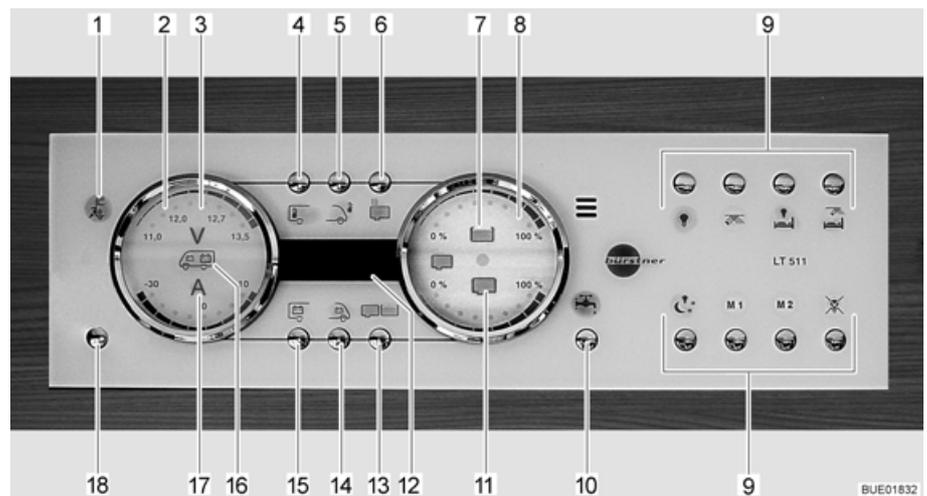

Fig. 139 Panel LT 511
Se enciende la luz de control de 230 V (Fig. 139,1) cuando hay tensión de red en la entrada del bloque eléctrico.
El interruptor principal de 12 V (Fig. 139,18) conecta y desconecta el panel y la alimentación de 12 V del habitáculo.
- Pulsar la tecla de la alimentación de 12 V (Fig. 139,18) brevemente. La alimentación de 12 V del habitáculo está conectada. La visualización de control "12 V" está encendida.
- ▷ En caso de que después de la conexión parpadeen tanto el LED "11,0" de la visualización de voltios así como el símbolo Voltios "V" (Fig. 139,3) en el instrumento indicador Baterías (Fig. 139,2), será demasiado baja la tensión de la batería del habitáculo. Cargar la batería.
- ▷ En caso de que después de la conexión parpadeen tres veces la visualización de control 12 V y el símbolo Voltios V (Fig. 139,3), estará activada la separación de batería. Desactivar la separación de batería.
- Pulsar la tecla de la alimentación de 12 V (Fig. 139,18) brevemente. La alimentación de 12 V del habitáculo está desconectada. La visualización de control "Alimentación de 12 V" se apagará.
- Pulsar la tecla Batería del habitáculo (Fig. 139,15) y mantenerla pulsada aprox. 10 segundos. El símbolo Voltios "V" (Fig. 139,3) y la visualización de control "12 V" parpadearán tres veces. La batería del habitáculo está separada de la red de a bordo de 12 V.
- Pulsar la tecla de la alimentación de 12 V (Fig. 139,18) y mantenerla pulsada aprox. 5 segundos. El símbolo Voltios "V" (Fig. 139,3) y la visualización de control "12 V" parpadearán tres veces. La batería del habitáculo está conectada a la red de a bordo de 12 V. La visualización de control estará encendida durante aprox. 5 segundos.
- Pulsar la tecla Batería del habitáculo (Fig. 139,15). El símbolo Voltios "V" (Fig. 139,3) estará encendido. Según la carga o la descarga, el símbolo Amperios "A" (Fig. 139,17) estará encendido de color blanco o bien rojo. La tensión de la batería y la corriente de la batería del habitáculo son visualizadas a través de LED en el instrumento indicador.
- Pulsar la tecla Batería del motor de arranque (Fig. 139,14). El símbolo Voltios "V" (Fig. 139,3) estará encendido. La tensión de la batería del motor de arranque es visualizada a través de LED en el instrumento indicador.
- Indicar: ■ Pulsar la tecla Depósitos (Fig. 139,13). Los símbolos Depósito de agua (Fig. 139,7) y Depósito de aguas residuales (Fig. 139,11) estarán encendidos. Los niveles de llenado del depósito de agua (escala superior) y del depósito de aguas residuales (escala inferior) serán visualizados a través de LED en el instrumento indicador.
El símbolo Depósito de agua (Fig. 139,7) o el símbolo Depósito de aguas residuales (Fig. 139,11) parpadeará si el depósito de agua está vacío o el depósito de aguas residuales está lleno.
A través del visualizador digital (Fig. 139,12) es posible visualizar la temperatura interior y la temperatura exterior.
- Pulsar la tecla Temperatura interior (Fig. 139,4). Indica la temperatura interior.
- Pulsar la tecla Temperatura exterior (Fig. 139,5). Indica la temperatura exterior.